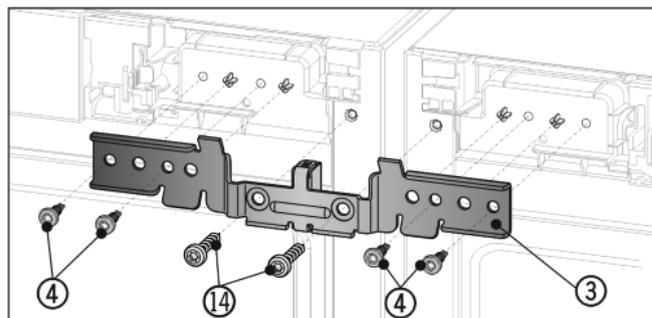

Fig. 7
- Spingere la squadra Fig. 7 (3) con il distanziale fra gli apparecchi e sui tappi. Allentare alternativamente a destra e a sinistra la squadra con quattro viti Fig. 7 (4) e le viti per la messa a terra Fig. 7 (14) svitate prima.